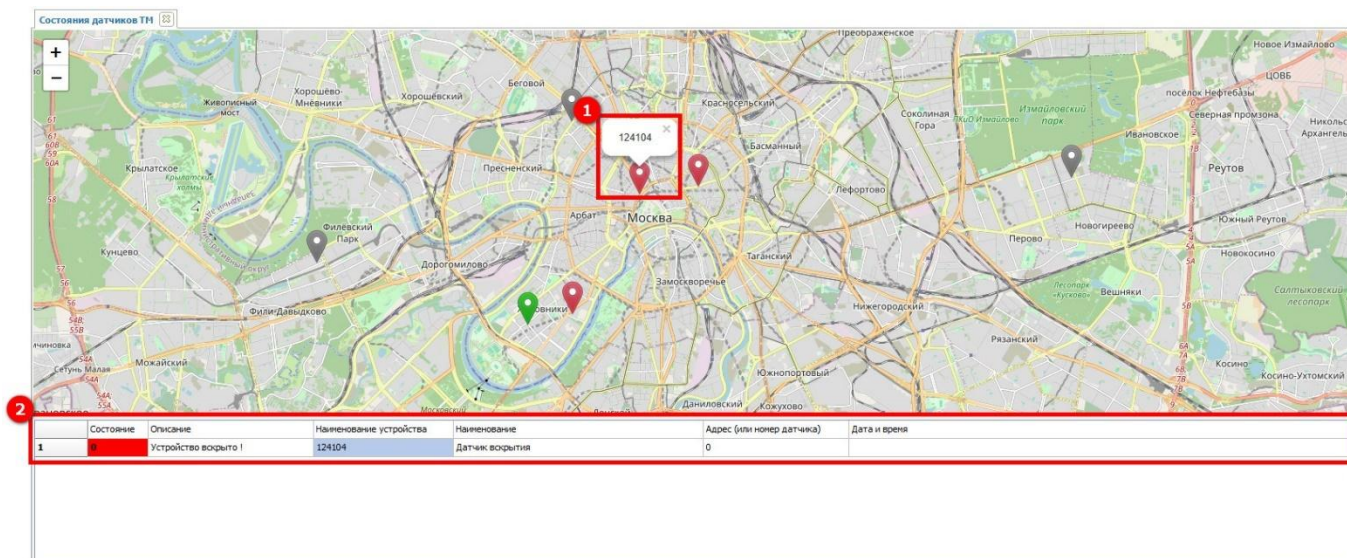

Рисунок 122 – Состояние датчика по выбранному устройству
Сигналы ТМ приборов учета на карте отображаются в виде значков. При нажатии на карте на значок (1) (см. рисунок 122) в нижней части открытой вкладки произойдет отображение информации о состоянии датчика по выбранному устройству (2).